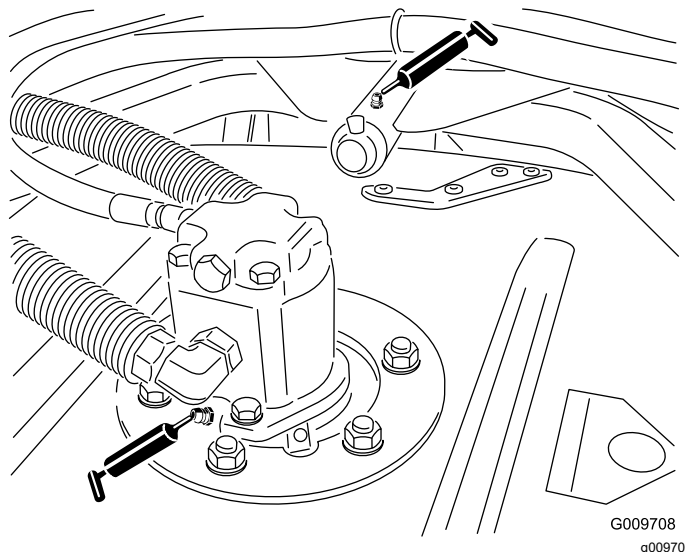

Figure 40
- Roulements d'axes de pivot d'unité de coupe (2 par unité de coupe), comme montré à la Figure 40.
- Roulements de bras de bâti porteur d'unité de coupe (1 par unité de coupe), comme montré à la Figure 40.